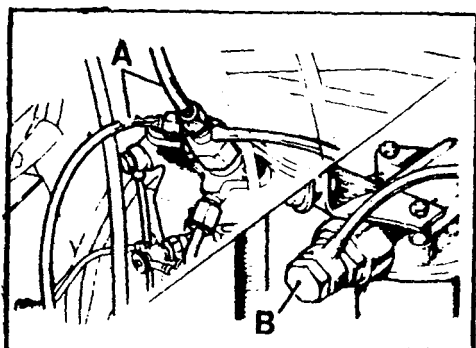

Fig. A1-6 Desmontaje de las tuberías de retorno y entrada de combustible a la bomba inyectora
- a) Los racores de las tuberías de sobrante, A (Fig. A1-6) y el racord, B, de entrada de combustible a la bomba inyectora.